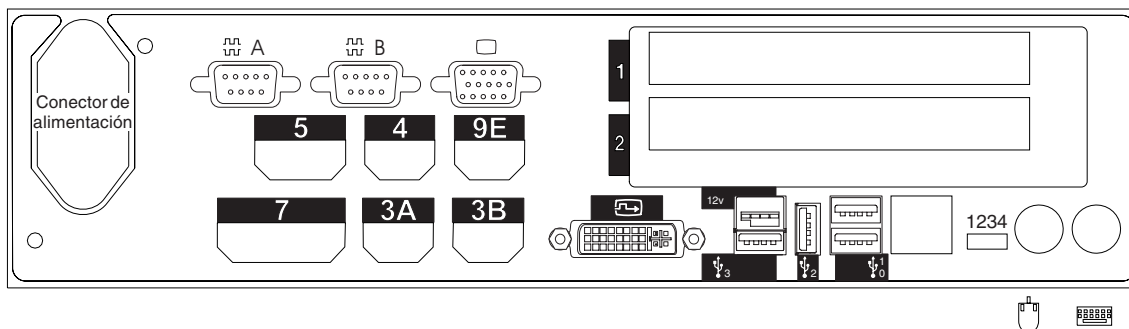

Figura 106. Parte posterior del Controlador/Terminal IBM 4694-206
8. En la Figura 106 marque con una X los zócalos a los que se conectan los dispositivos POS.